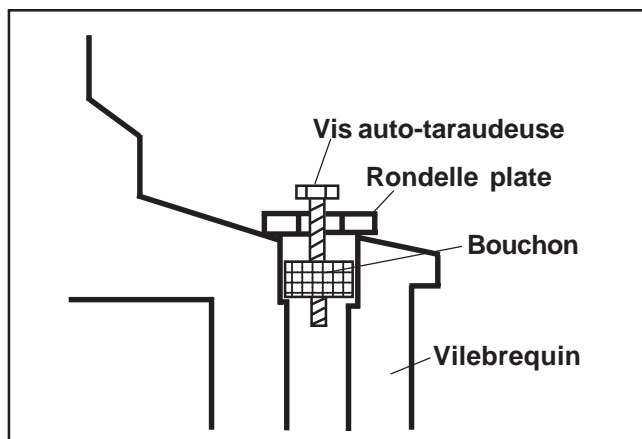

Figure 10-2. Dépose du bouchon du maneton.
2. Visser une vis auto-taraudeuse de 3/4" ou 1" de long avec une rondelle plate dans le trou percé. La rondelle plate doit être suffisamment large pour s'appuyer sur l'épaule du trou du bouchon. Voir la Figure 10-2.